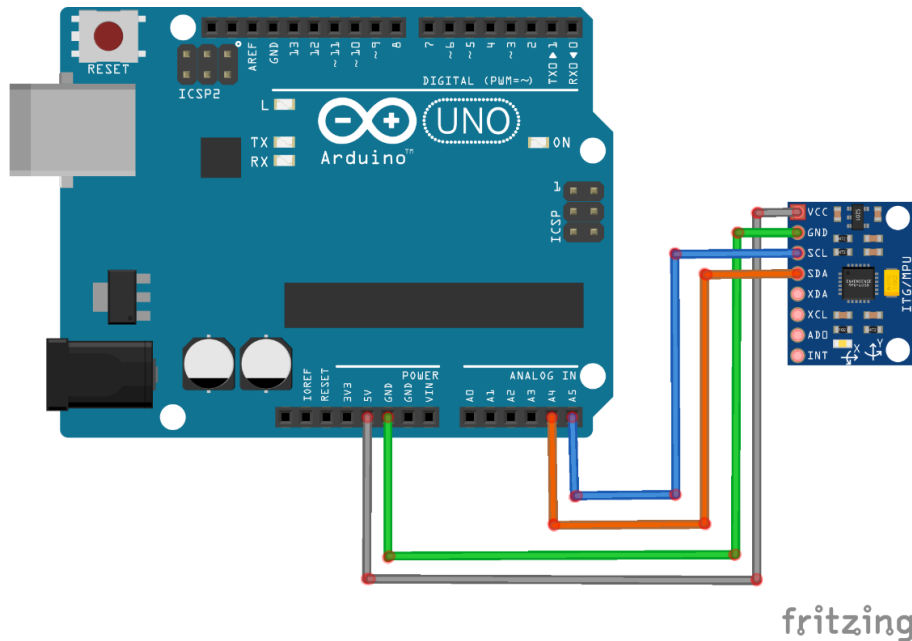

Abb. 5: Schaltskizze MPU6050.
- 3.2) Schließe den MPU6050-Sensor so an, wie in Abb. 5 und Tab. 2 dargestellt.